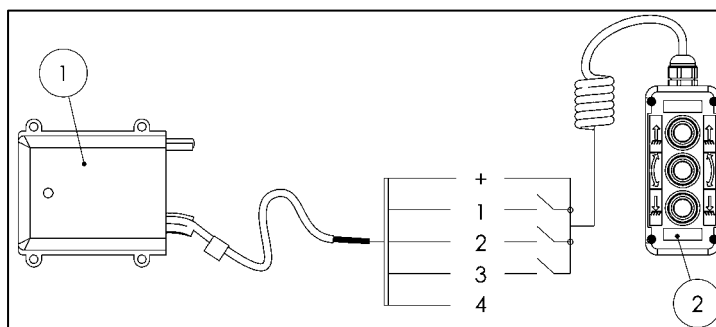
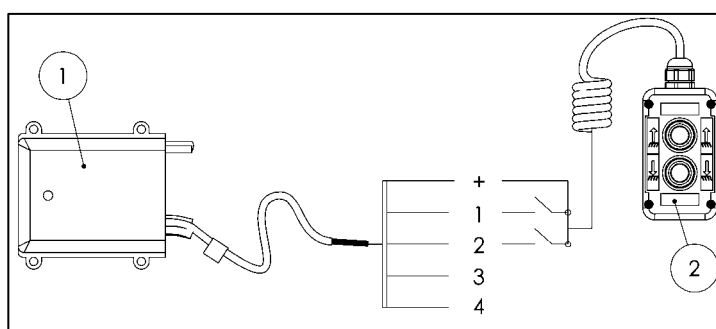

Abbildung 54
Abbildung 55
- Kabel der Handsteuerbirne (Pos. 2) mit abisoliertem Control Unit-Kabelteil (Pos. 1) mit roter Markierung am Montageort entsprechend Abbildung verbinden (siehe Abbildung 54 oder Abbildung 55).